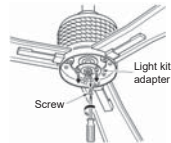

Fig.21
Paso 1: Extraiga 1 de los 3 tornillos del adaptador del kit de iluminación y afloje los otros 2 tornillos (Fig.21).